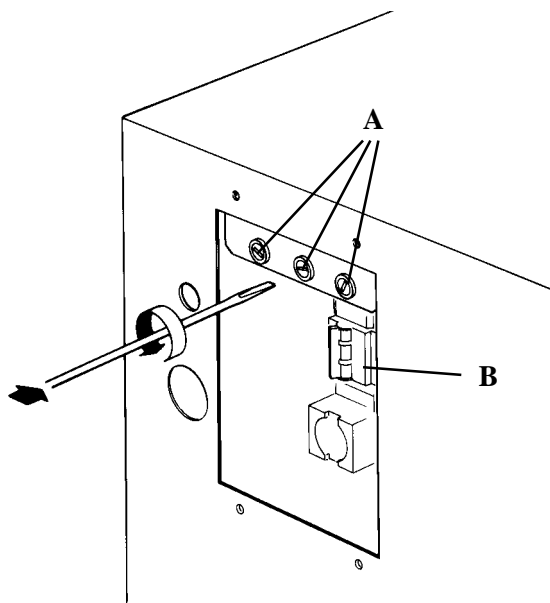

fig. 21
- Insert a screwdriver in the fuse-holder cap hole (*fig. 21/A*), tighten until the spring's resistance is overcome and rotate 1/4 counter-clockwise. The fuse-holder cap can be removed.
- Introducir un destornillador en la ranura del cabezal del portafusible (*fig. 21/A*), apretar hasta vencer la resistencia del muelle y girar un cuarto de vuelta en sentido antihorario. El cabezal del portafusible saldrá hacia fuera.
- Introduire un tournevis dans la rainure du cartouche du portefusible (*fig. 21/A*), serrer jusqu'à vaincre la résistance du ressort et tourner un quart de tour dans le sens contraire des aiguilles d'une montre. Le cartouche du porte-fusible sortira dehors.
- Disassemble the terminal box cover as indicated, at the beginning of this chapter, to reach the Protection Switch (*fig. 21/B*) and re-instate.
- Desmontar la tapa de la caja de bornes tal como se ha descrito, al inicio de este capítulo, para acceder al Interruptor de Protección (*fig. 21/B*) y conectarlo.
- Démontez le couvercle du boîtier de bornes comme indiqué au début de ce chapitre, pour accéder à l'Interrupteur de Protection (*fig. 21/B*) et le brancher.